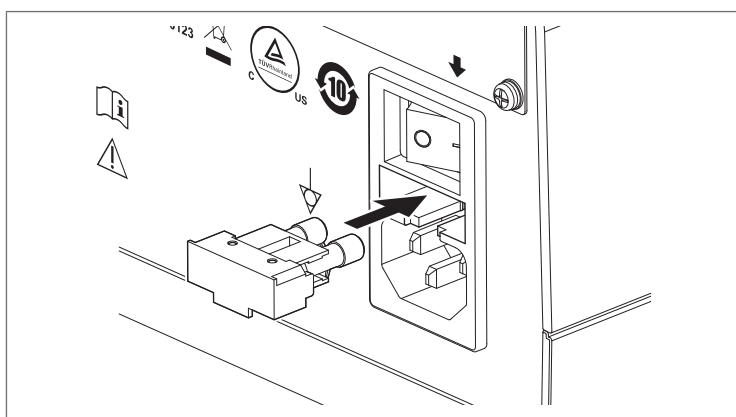

Рис. 6.6
8. Пальцем задвиньте блок предохранителей в процессор до щелчка (рис. 6.6).